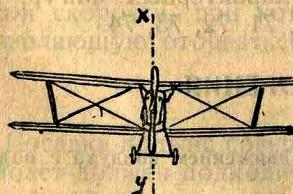

Рис. 68.
- 3) вертикальная «ху» (рис. 68).